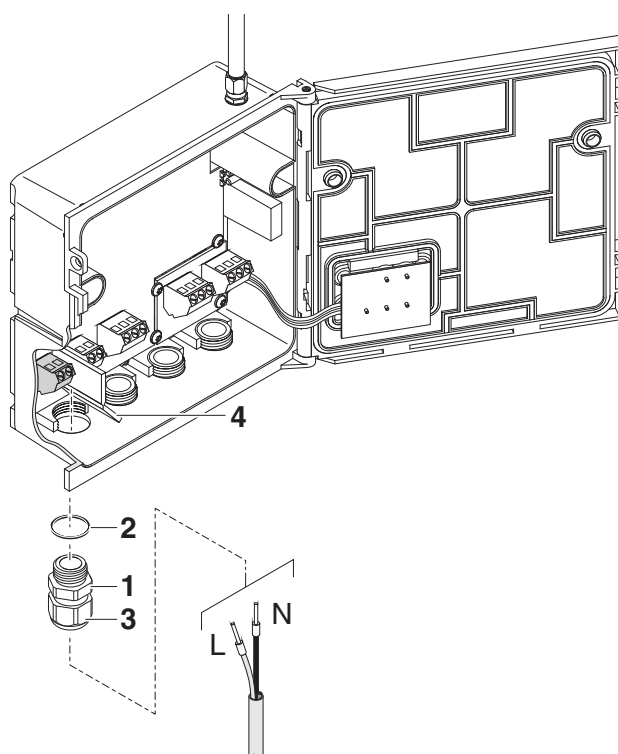

Fig. 3-8 Inserir a linha de alimentação
- 6 Aparafuse o bucho do cabo (pos. 1 na Fig. 3-8) com o anel de vedação (pos. 2) no invólucro abaixo da ligação de alimentação.
- 7 Solte o anel de acoplamento (pos. 3).
- 8 Encaixe a linha de alimentação através do buçim do cabo no invólucro. Ao fazê-lo dobre a divisória flexível (pos. 4) para a direita.